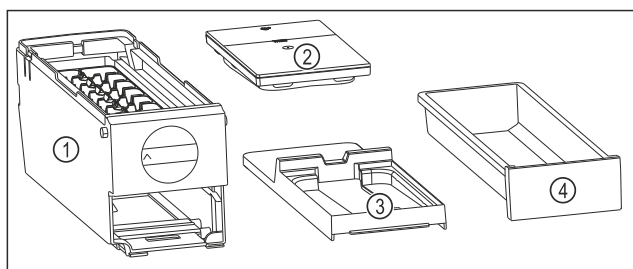

Fig. 80 Súčasti EasyTwist-Ice
- ▷ EasyTwist-Ice je rozložený na štyri časti. (pozri Fig. 80)
- ▶ Rozložte EasyTwist-Ice len na tie súčasti, ktoré sú na obrázku. (pozri Fig. 80)
- ▶ Korpus EasyTwist-Ice Fig. 80 (1) vyčistite ako celok.